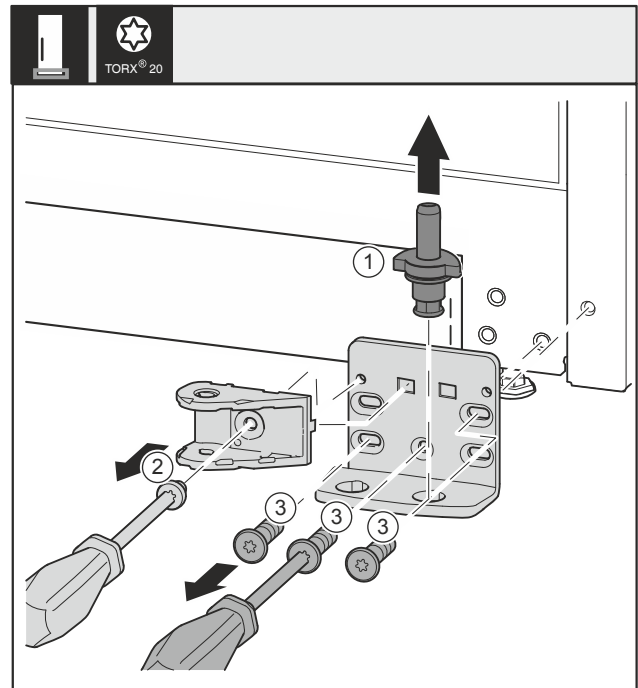

Fig. 33 *
- ▶ Lagerbolzen Fig. 33 (1) komplett nach oben herausziehen.*
- ▶ Schraube Fig. 33 (2) mit Schraubendreher herausdrehen und Schließdämpferverbindung abnehmen.*
- ▶ Schrauben Fig. 33 (3) mit Schraubendreher herausdrehen und Lagerbock abnehmen.*